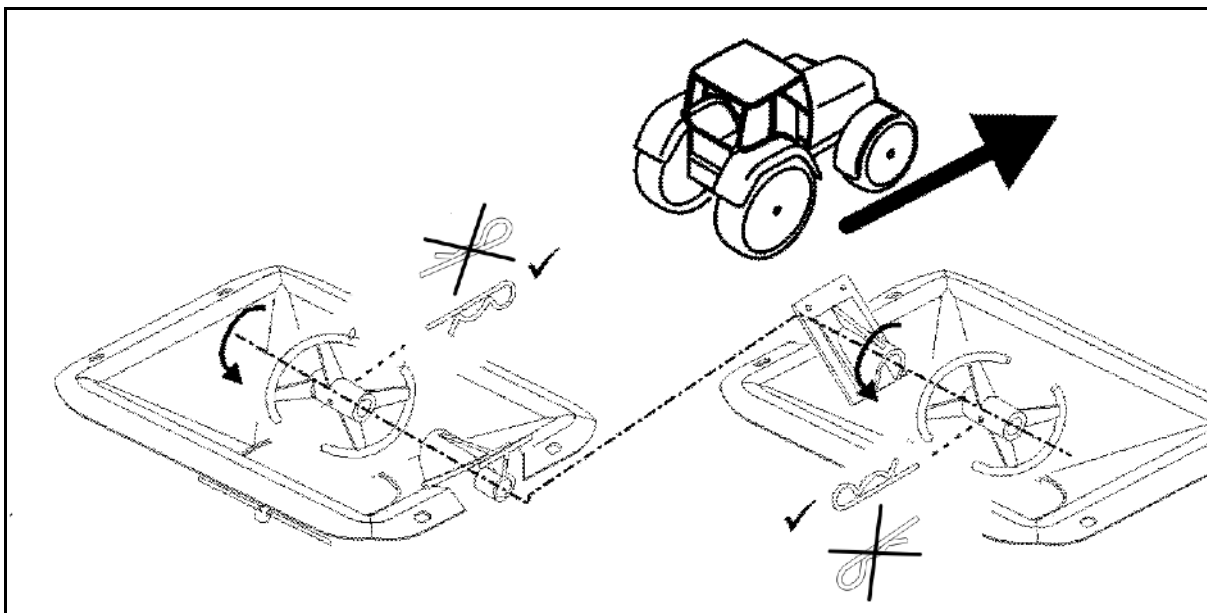

Рис. 72
- 2 x 8 болтов плоских рессор (Рис. 72/1)